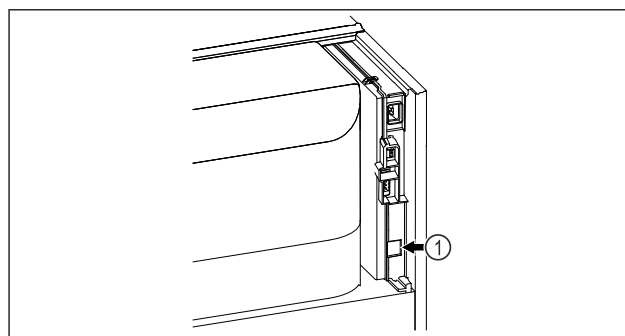

Fig. 167
- Założono SmartModule Fig. 167 (1).